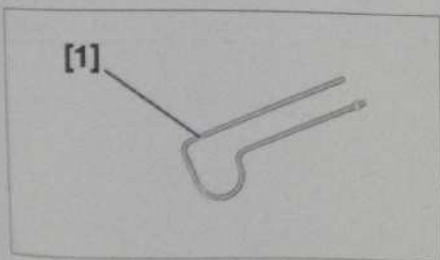

Fig. 16
- [1]. Outil de verrouillage du levier de commande de vitesses (réf : 0317-AX) (Fig.16).